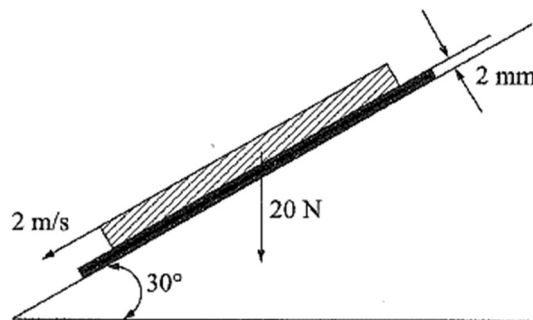

Figura 1 – Placa deslizante (Brunetti, 2008).
2.6. Um fluido viscoso e incompressível escoa entre duas placas planas verticais conforme mostra a figura 1. Assuma que o escoamento é laminar, permanente uniforme.